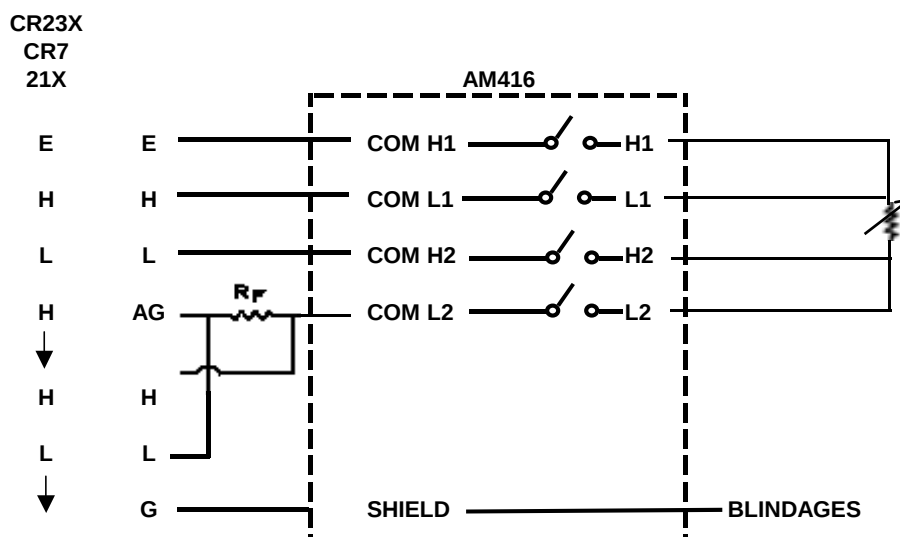

Figure 11 Branchement et mesure d'un demi-pont 4 fils
Câblage Multiplexeur/Centrale : une voie COM est reliée à une voie d'excitation de la centrale et deux voies COM à une voie analogique différentielle de la centrale. La voie COM restante est reliée à la masse (via une résistance de valeur fixe). Le côté de la résistance qui provient du multiplexeur, est connecté sur la voie haute (H) d'un canal différentiel; l'autre côté de la résistance est relié à la voie basse (L) de ce même canal différentiel (voir Figure 11). De cette façon, un maximum de 16 demi-ponts à 4 fils peuvent être mesurés à partir de deux voies bipolaires de la centrale.